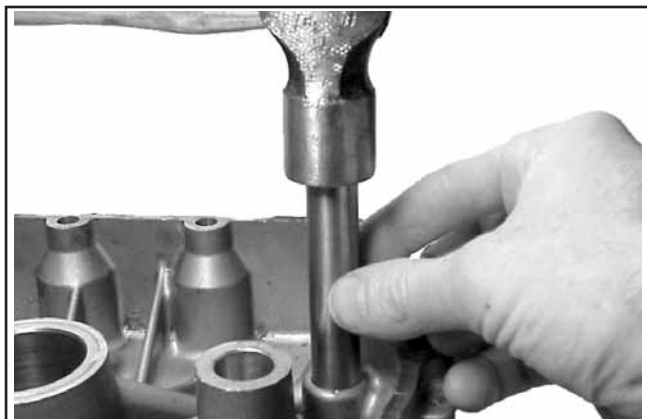

Abbildung 11-16. Einbau des neuen Öldruckbegrenzungsventils in die Bohrung der Lagerplatte.
1. Verwenden Sie ein dünnwandiges Metallrohr oder eine lange Buchse mit einem etwas kleineren Außendurchmesser als der Sockel. Drücken oder klopfen Sie das neue Öldruckbegrenzungsventil in die Bohrung in der Lagerplatte, bis es anstößt. Siehe Abbildung 11-16.